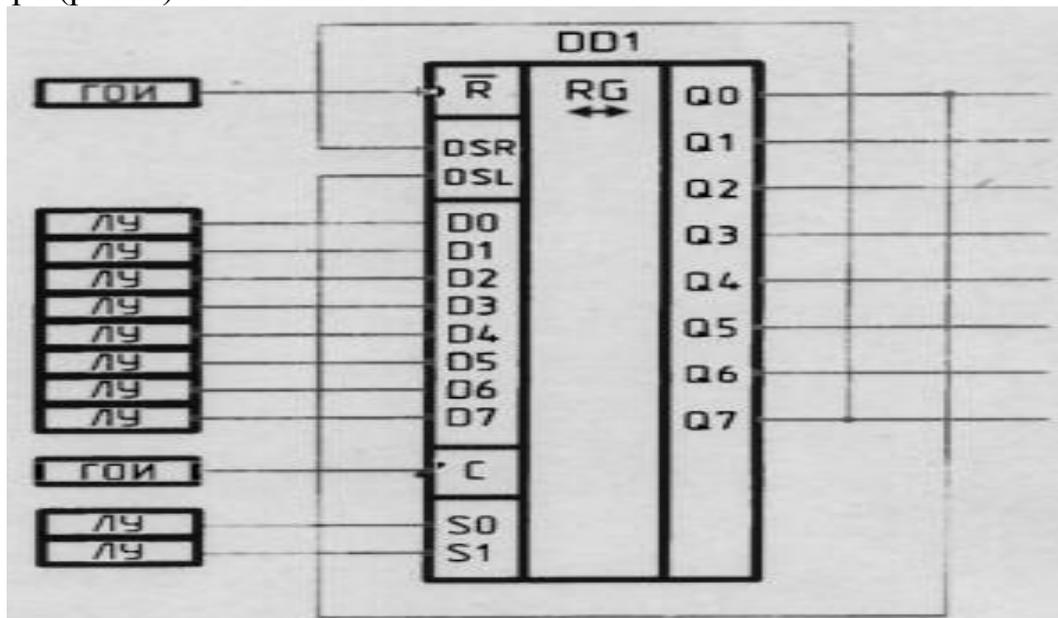

Рис. 2. Исследование кольцевого счетчика, построенного на базе регистра К155ИР13
- исследуется кольцевой счетчик, построенный на базе сдвигового регистра (рис. 2).
- продемонстрируйте работу кольцевого счетчика (рис. 2), записав в него параллельным кодом заданную преподавателем информацию и сдвигая эту информацию вправо или влево;